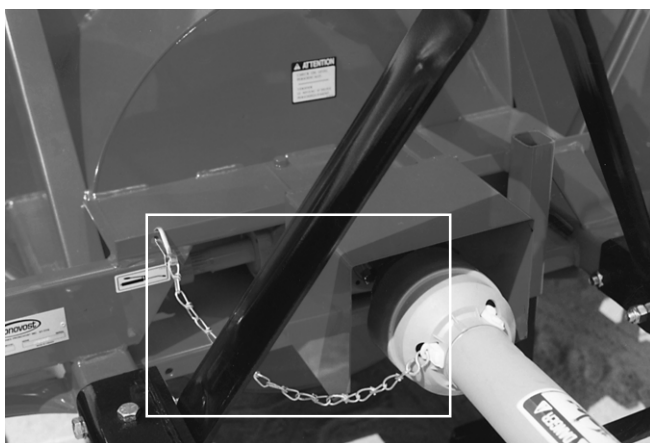

Figure 22
- 4) Installez l'arbre de commande sur la boîte d'engrenage ou sur le boîtier réducteur. Vous devez relier le côté du boulon de cisaillement de l'arbre de commande à la boîte d'engrenage de la souffleuse et l'autre côté sera relié à la prise de force du tracteur. Fixez ensuite la chaîne de sécurité empêchant le protecteur de tourner (Fig. 22).